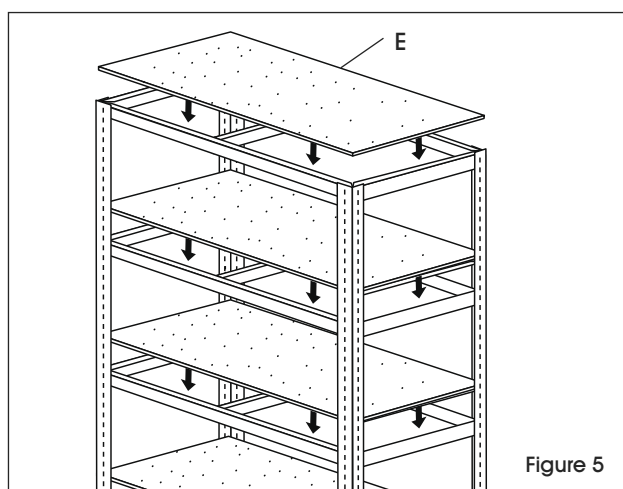

Figure 5
7. Déposez les plateaux (E) sur l'ensemble des supports centraux, des supports latéraux et des supports avant/arrière. (Voir Figure 5)